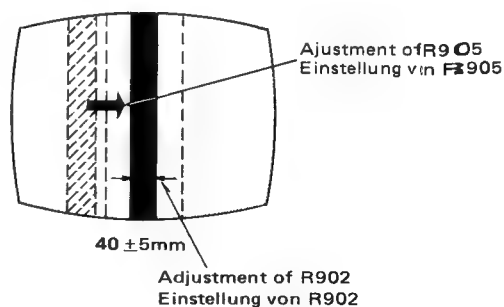

Fig. 37 Abb. 37
4. Adjust T104 to minimize the noise as in fig. 37.
5. Adjust L105 to obtain the waveform as in fig. 37.
4. T104 auf Geräuschminimum abgleichen (s. Abb. 37).
5. L105 auf die in Abb. 37 gezeigte Kurvenform abgleichen.